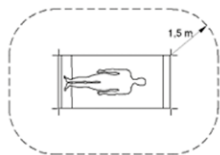

Fig. 2
- ⚠ Cambie las pilas fuera del entorno del paciente (al menos a 1,5 metros del paciente o del soporte del paciente de conformidad con la norma IEC 60601-1, véase Fig. 2).